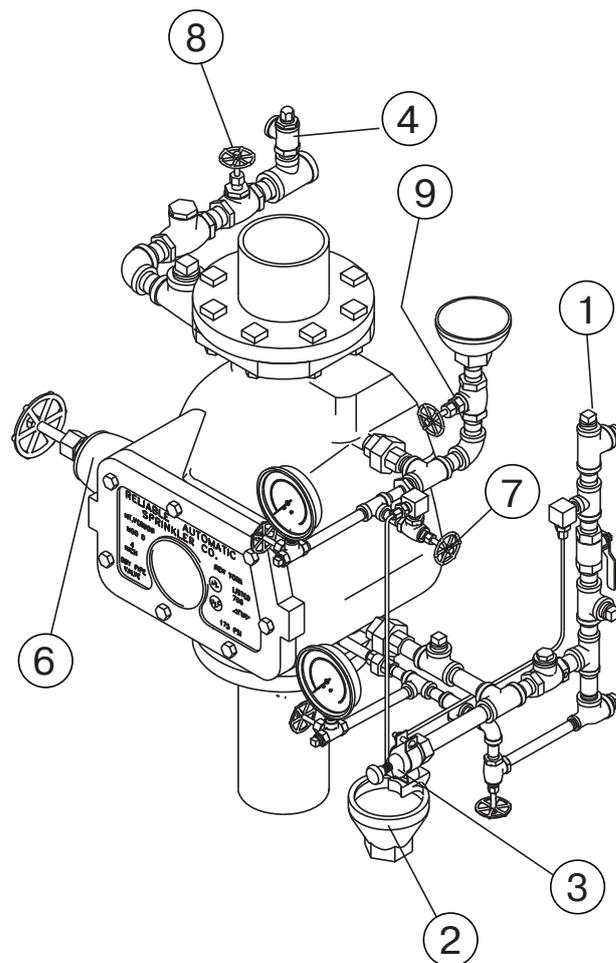

Рис. 2
- Слить воду из системы через главный дренажный клапан (Рис. 2).
- Открыть шаровой клапан (Рис. 2), нажать кнопку возврата и повернуть по часовой стрелке, пока не услышите, что заслонка закрылась.
- Открыть клапан (Рис. 2). Через воронку наполнить клапан водой до тех пор, пока вода не потечет в воронку через открытый клапан, что свидетельствует о том, что клапан заполнен до нужного уровня. Заккрыть клапан. Если вода продолжает течь из шарового клапана — это означает, что резиновое уплотнение не на месте. Для устранения этой неисправности вернуться к шагу 5.
- Открыть клапан (Рис. 2) и впустить некоторое количество воздуха внутрь спринклерной системы. Заккрыть клапан. По очереди открыть все дренажные клапаны (см. шаг 3), чтобы слить воду из всех точек системы. Заккрыть дренажные клапаны после осушения системы и установить заглушки в выпускные отверстия клапанов.
- Открыть клапан (Рис. 2) и впустить достаточное количество воздуха для удержания крышки клапана закрытой. Заккрыть клапан, когда необходимое давление будет набрано. Воздушное давление регулируется крышкой на предохранительном клапане.